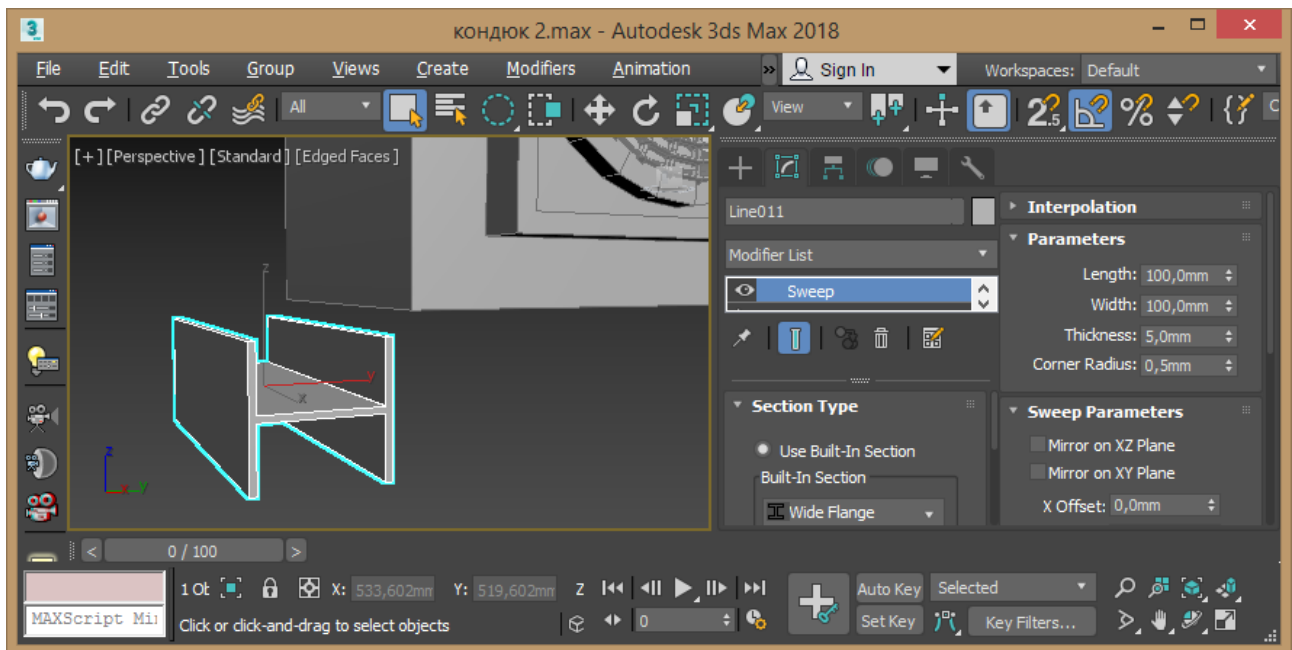
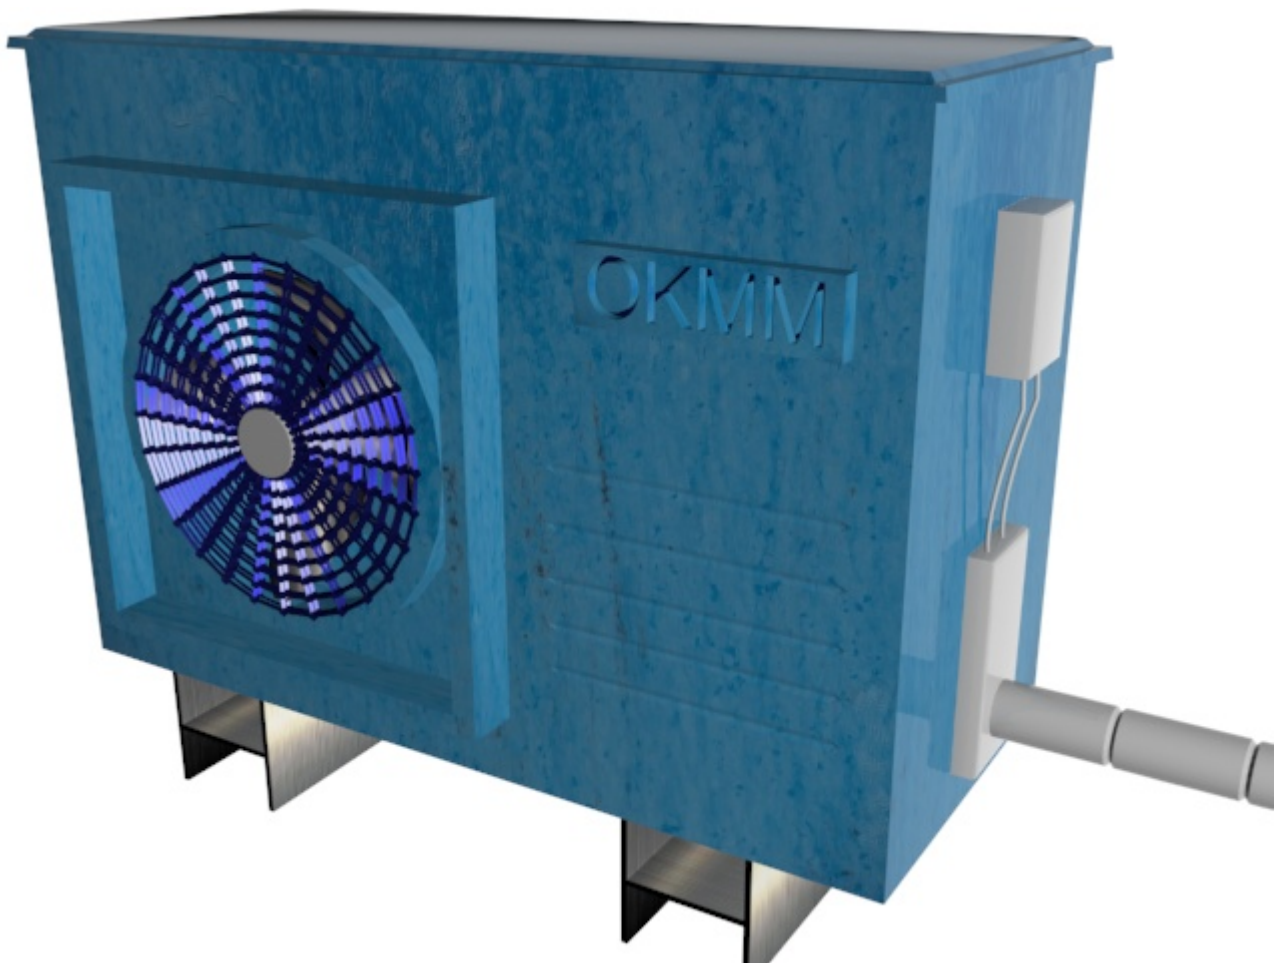

Рис. 3.22 – Створення рейки
Рис. 3.23 – Компресор
17. Перейдіть на видовий екран Front. Під конструкцією створіть лінію за розмірами меншу. Застосуйте модифікатор Sweep за формою Wide Flange із параметрами 100, 100, 5, 0.5 мм (рис. 3.22). Дублюйте отриману рейку та обидві встановіть під корпус (рис. 3.23).
18. Надайте відповідної структури всім елементам кондиціонеру (рис. 3.23).